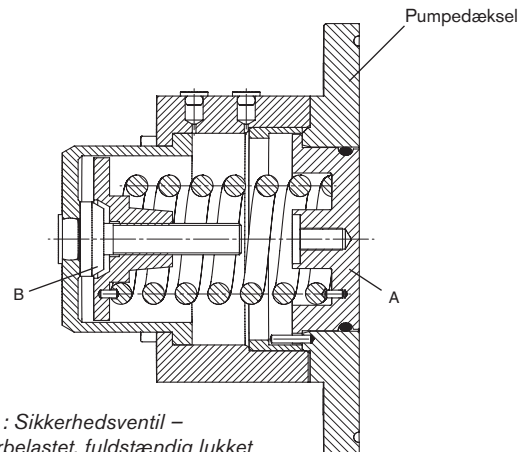

Fig. 1: Sikkerhedsventil – fjederbelastet, fuldstændig lukket
Fig. 1 og 2 viser den fjederbelastede sikkerhedsventils design. Ventilhovedet (A) er underlagt mediets tryk i rotorkassen på en side, og fjederens kraft på den anden side. Fjederen indvirker direkte på ventilhovedet.
Fig. 1 viser en fuldstændigt lukket sikkerhedsventil. Ventilhovedet (A) er på linie med den forreste flade af pumpedækslet. Ventilen er blevet justeret ved at spænde fjederen via dens indstillingsskrue (B).